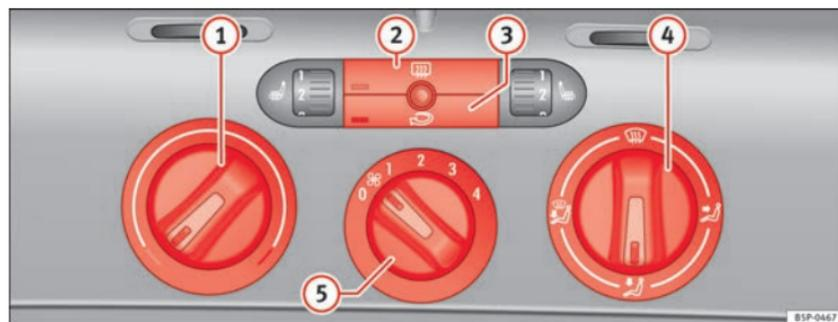

Fig. 129 Mandos de la calefacción en el tablero de instrumentos
- Con los reguladores ⇒ fig. 129 ① y ④ y con el mando ⑤ se regula la temperatura, la distribución del aire y la velocidad de la turbina.
- Pulse la tecla ② o ③ para activar o desactivar la función correspondiente. Cuando la función está activa, la ventana situada en la esquina inferior izquierda de la tecla se ilumina.